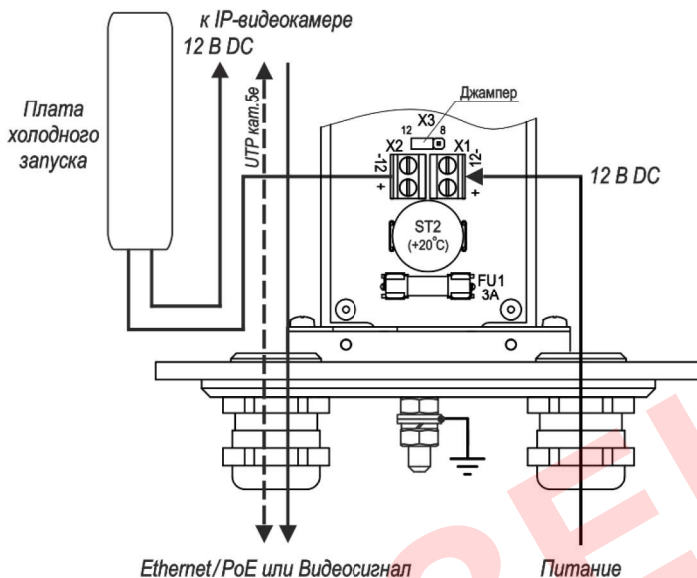

Рисунок 4 – Схема подключения IP-видеокамеры (12VDC)
* Предприятием-изготовителем в видеокамере с питанием 24VDC/AC, 220VAC джампер Х4 (Х7) установлен в положение «25» – мощность обогрева 25 Вт, для изменения мощности на 17 Вт джампер необходимо переставить в положение «17» (см. рисунки 2, 3), в видеокамере с питанием 12VDC джампер Х3 установлен в положение «12» – мощность обогрева 12 Вт, для изменения мощности на 8 Вт джампер необходимо переставить в положение «8» (см. рисунок 4).
При использовании прожектора или другого внешнего оборудования ввести через кабельный ввод кабель от прожектора и, соблюдая полярность, подключить его к разъему «12 В» на плате DC/DC (см. рисунок 4).